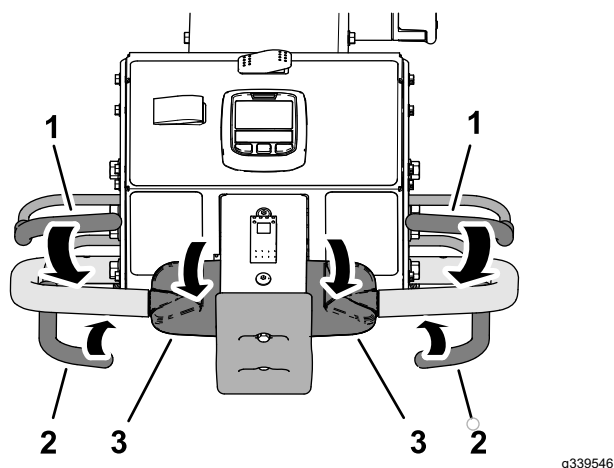

Figura 37
2. ینی oricare dintre manetele pentru prezența operatorului la bara de ghidare, rotești partea superioară a comenzii de tracțiune înainte și închideți maneta de aerare (Figura 37).